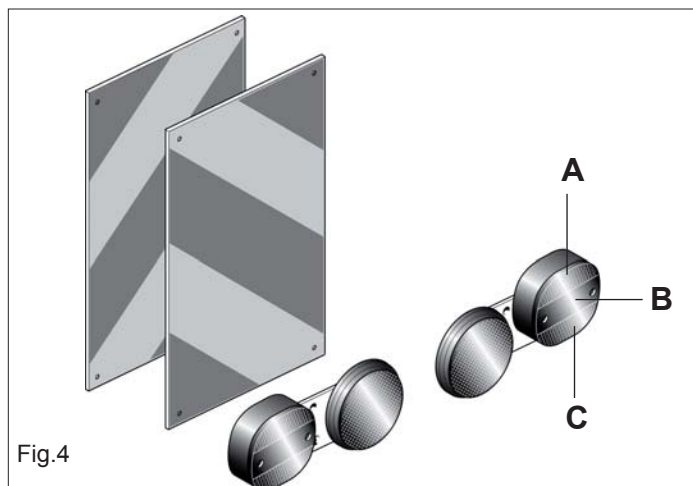

Fig.4
- 8) Qualora gli ingombri costituiti da attrezzature portate o semi-portate occultino la visibilità dei dispositivi di segnalazione e di illuminazione della trattoria, questi ultimi devono essere ripetuti adeguatamente sulle attrezzature, attenendosi alle normative del codice stradale in vigore nel relativo paese. Accertarsi, quando in uso, che l'impianto luci sia perfettamente funzionante. Si rammenta inoltre che la corretta sequenza segnaletica dei fanali prevede (Fig.4):